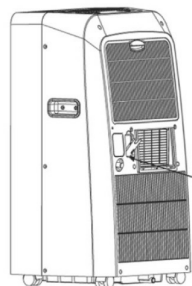

Fig.3
- Abra la cubierta de la salida del desagüe, dentro usted puede encontrar un conector del tubo de desagüe, fije una sección del tubo de desagüe (incluido en la máquina) al conector. Coloque el extremo abierto del tubo directamente sobre la área de desagüe en su sótano o en un tanque de agua (8 litros / 17.02 pintas) (Ver Fig.3 y 4).